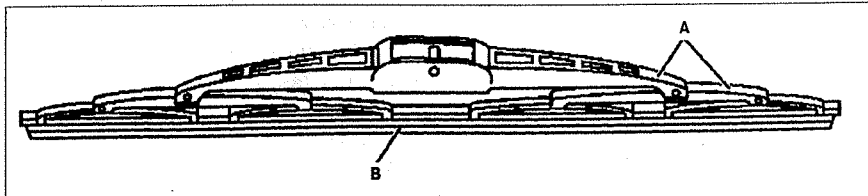

Рис. 1.29. Щетка стеклоочистителя.
13. Проверьте фиксатор **A** и резинку щетки стеклоочистителя **B** (см. рис. 1.29). Проверьте состояние фиксатора и резинки лобового стекла. Замените, если необходимо.